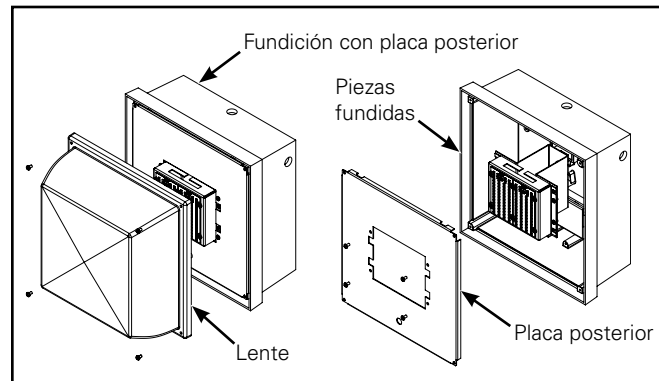

Figura 9.
2. Quite la placa posterior con un destornillador Phillips (Figura 9).